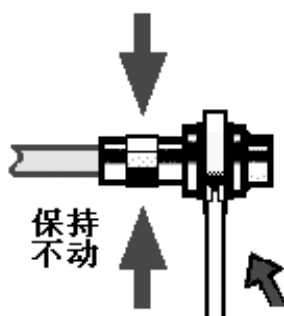

图 2-5 使用力矩扳手完成最后连接
- 3) 如图 2-5，使用力矩扳手拧紧螺套完成最后的连接。注意，力矩扳手不要超过起始的折点，可使用辅助的扳手防止同轴连接器转动。